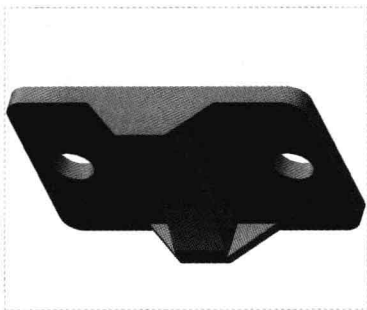

图 7-72 选择性移动特征
Step 04 单击“应用并保存在工具中所做的所有更改，然后关闭工具操控板”按钮, 即可选择性移动特征，如图 7-72 所示。